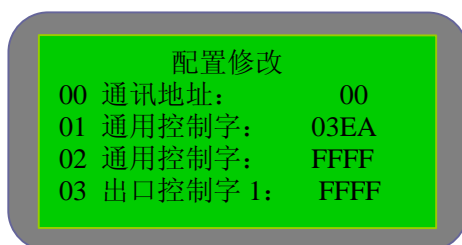

图 5-4-2
- 2) 配置：在“设置”中选择“配置”，进入图 5-4-2 所示界面，修改配置方法与修改定值相同，固化配置的密码为 8888。